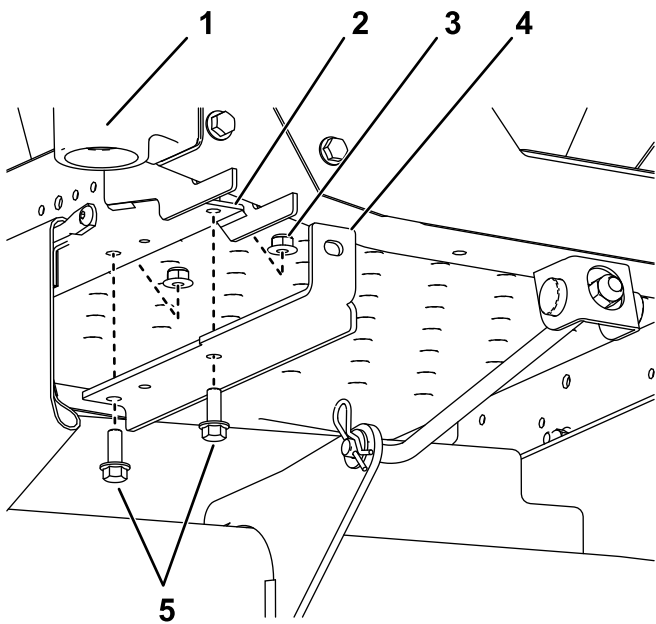

Figura 2
1. Montate le staffe di montaggio delle zavorre sul sottoscocca del telaio utilizzando 2 bulloni ($\frac{3}{8}$ " x 1") e 2 dadi di bloccaggio ($\frac{3}{8}$ "), come illustrato nella Figura 2.